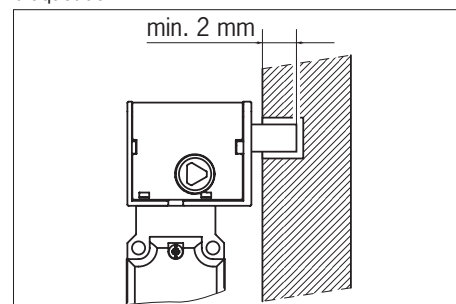

Fig. 1: Interruptor de seguridad TK bloqueado
Cuando se activa el bloqueo, el perno de bloqueo se despliega y se introduce, por ejemplo, en el hueco que hay en el marco de la puerta de protección (véase la Fig. 1). De esta forma, el resguardo queda bloqueado.
- ▶ El perno de bloqueo debe quedar introducido como mínimo 2 mm (véase la Fig. 1).